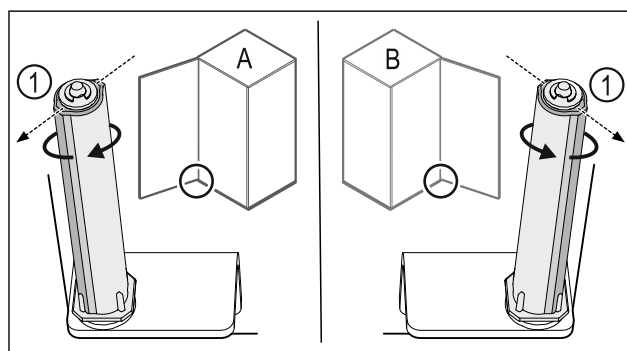

Fig. 41 Levo omejilo (A) / desno omejilo (B)
- ▶ Obrnite zaporni sistem proti uporu, dokler ni mostiček zapornega sistema Fig. 41 (1) obrnjen navzven.